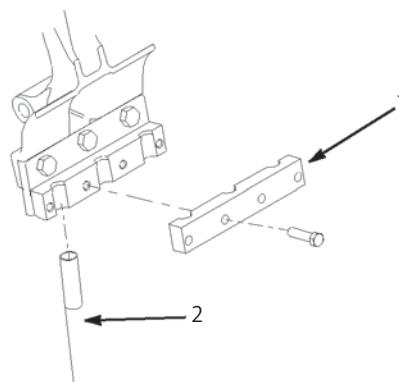

図26
4. 各タイン・ホルダーにタイン・クランプを仮止めする (図26; 3/8 x 1-1/2" キャップスクリュ 4 本を使用する)。この時点ではキャップスクリュを締め付けない。